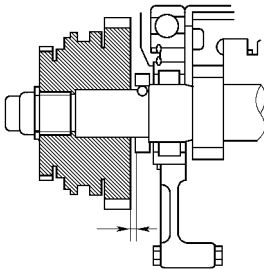

图 10-33 用塞尺测量中间轴 5 挡齿轮轴向间隙
(12) 测量中间轴 5 挡齿轮轴向间隙。使用塞尺测量此间隙，如图 10-33 所示。